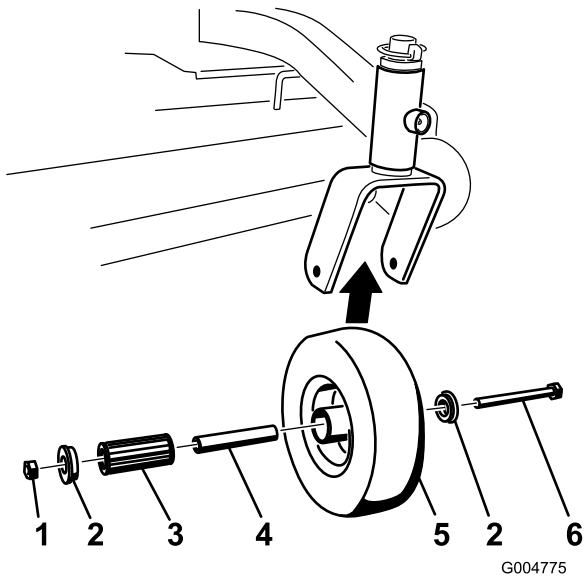

Bild 39
1. Entfernen Sie die Sicherungsmutter und die Radschraube, mit denen das Laufrad an der Laufradgabel befestigt ist (Bild 39).
2. Entfernen Sie eine Büchse und ziehen Sie dann die Steckbüchse sowie das Rollenlager aus der Radnabe heraus (Bild 39).
3. Entfernen Sie die andere Büchse aus der Radnabe und entfernen Sie Fett- und Schmutzrückstände von der Nabe (Bild 39).
4. Prüfen Sie das Rollenlager, die Büchsen, die Spannbüchse und die Innenseite der Radnabe auf Abnutzung. Tauschen Sie abgenutzte und beschädigte Teile aus (Bild 39).
5. Stecken Sie zum Zusammenbauen eine Büchse in die Radnabe. Fetten Sie das Rollenlager und die Vierkantbüchse ein und schieben beide in die Radnabe. Stecken Sie die zweite Büchse in die Radnabe (Bild 39).
6. Bringen Sie das Laufrad in der Laufradgabel an und befestigen Sie es mit der Radschraube und Sicherungsmutter. Ziehen Sie die Sicherungsmutter so weit fest, dass die Vierkantbüchse auf die Innenseite der Laufradgabeln trifft (Bild 39).